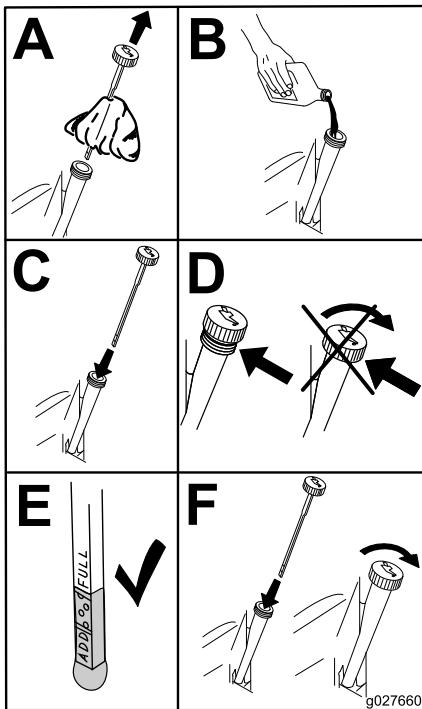

Figura 39
- Deite cerca de 80% do óleo especificado no tubo de enchimento e adicione lentamente o óleo adicional para atingir a marca **Cheio** (Figura 39).